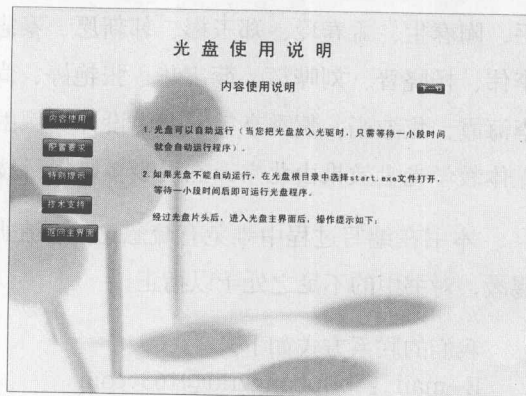

图 4
- 4 在光盘程序的主界面中单击 **光盘说明** 按钮，可以进入【光盘使用说明】界面（如图 4所示）。在此界面中通过单击相应的按钮，可以查看【配置要求】、【技术支持】等信息。